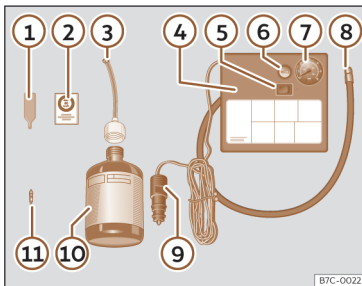

Fig. 217 Representação standard: conteúdo do kit antifuros.
O kit antifuros está localizado na bagageira, por baixo do revestimento do piso. Inclui os seguintes componentes >>> **Fig. 217**:
- Desenrosque a proteção e o obus da válvula do pneu. Utilize o aparelho >>> **Fig. 217** ① para retirar o obus. Coloque-o numa superfície limpa.
- Agite com força a garrafa de vedante de pneus >>> **Fig. 217** ⑩.
- Enrosque o tubo de enchimento >>> **Fig. 217** ③ na garrafa de vedante. O selo da garrafa partir-se-á automaticamente.
- Remova o tampão do tubo de enchimento >>> **Fig. 217** ③ e enrosque a extremidade aberta do tubo na válvula do pneu.
- Volte a colocar o obus com o aparelho >>> **Fig. 217** ① na válvula do pneu.
- Enrosque o tubo de enchimento do pneu do compressor >>> **Fig. 217** ⑧ na válvula do pneu.
- Verifique se o parafuso de evacuação de ar está fechado >>> **Fig. 217** ⑥.
- Ligue o conector >>> **Fig. 217 ⑨** a uma tomada de corrente de 12 volts do veículo >>> **Página 221.**
- Ligue o compressor de ar com o interruptor ON/OFF >>> **Fig. 217 ⑤**.
- Cole o autocolante >>> **Fig. 217 ②** no painel de instrumentos, dentro do campo visual do condutor.
Volte a enroscar o tubo de enchimento >>> **Fig. 217 ⑧** e verifique a pressão no manómetro **⑦**.